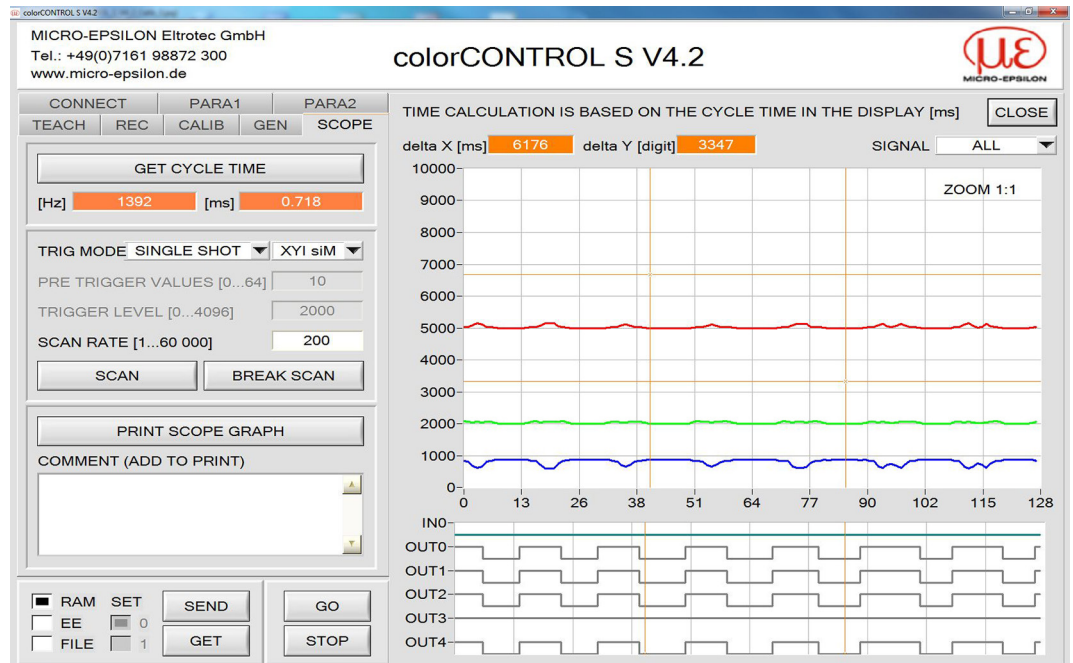

Abb. 61 Registerkarte SCOPE
- Mit PRINT SCOPE GRAPH wird der aktuelle Bildschirm, zusammen mit dem Text, der im Textfeld COMMENT steht, ausgedruckt, siehe Abb. 61.